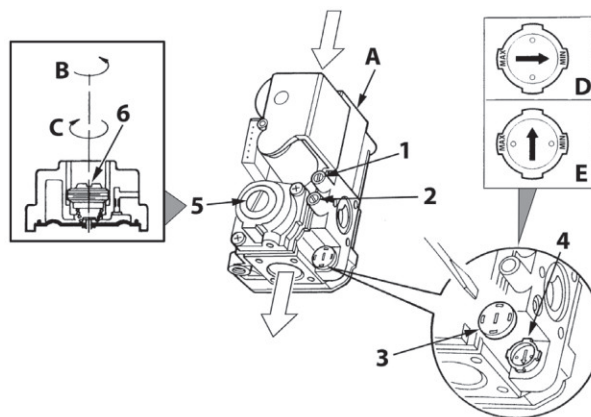

рис. 17 - Регулирование давления
На котле PEGASUS D можно регулировать тепловую производительность топки и, следовательно, тепловую мощность, передаваемую воде системы отопления; это делается исключительно путем регулировки основной горелки с помощью газового вентиля (см. рис. 17). На графиках, приведенных в параграфе сар. 5.2, показано изменение передаваемой воде тепловой мощности в зависимости от изменения рабочего давления горелки. Возможность приведения мощности котла в соответствие с реальными потребностями отопления означает, прежде всего, снижение потерь и экономию топлива. Кроме того, при регулировке мощности, регламентированной также стандартом, котлы сохраняют значения КПД и характеристики сгорания почти без изменений.
1. С помощью небольшой отвертки снимите защитный колпак 5 вторичного привода газового вентиля рис. 17.
2. Подключите манометр к клемме давления 2 (рис. 17), расположенной после газового вентиля, затем переведите ручку термостата котла на максимум.
3. Регулируйте давление с помощью винта 6 (рис. 17) на желаемое значение, руководствуясь диаграммами, приведенными в параграфе сар. 5.2.
2. Снимите с газового вентиля маленький защитный колпак 3 (рис. 17). С помощью маленькой отвертки регулируйте "СТУПЕНЬ" розжига на основании выбранного для работы газа (**G20-G25** положение **D** рис. 17 или **G30-G31** положение **E** рис. 17); установите на место защитный колпачок.
- Спустите воздух из газопроводных труб через штуцер отбора давления 1 газового вентиля (рис. 17).